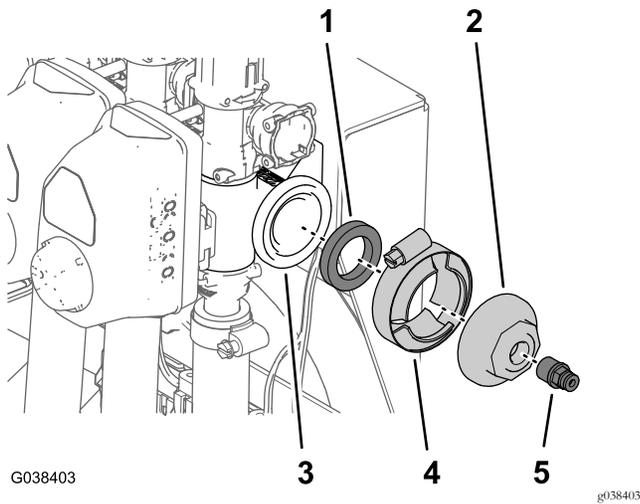

Bild 87
1. Nehmen Sie die Flanschklammer ab, mit denen die Dichtung und die Endkappe am Flansch des rechten Sprühventils befestigt ist (Bild 87).
2. Entfernen Sie die Rohrkupplung vom Anschluss an der Endkappe (Bild 87).